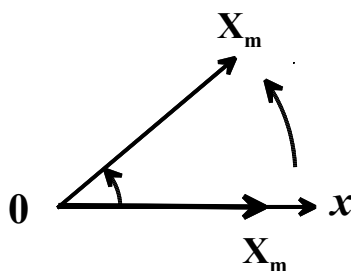

Рис. 2
На оси  $x$  из некоторой точки  $0$  отложим вектор длины  $X_m$ , образующий с осью угол  $\varphi$  (рис. 2). Если привести этот вектор во вращение против часовой стрелки с угловой скоростью  $\omega$ , то проекция конца вектора на ось  $x$  будет изменяться в точном соответствии с соотношением (6)